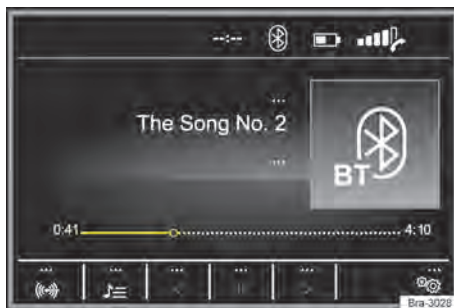
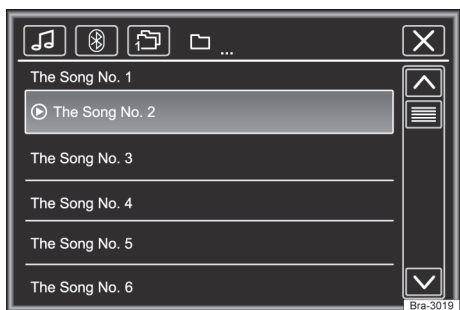

Fig. 129 Menu principal de mídia.
Fig. 130 Operação do rádio: lista de estações.
- Pressionar o botão **MEDIA** para abrir o menu principal **MEDIA** → Fig. 129.
As fontes de mídia que são reproduzidas atualmente são exibidas na superfície de função na parte inferior esquerda → Fig. 129.
Legenda da → Fig. 129 e → Fig. 130: